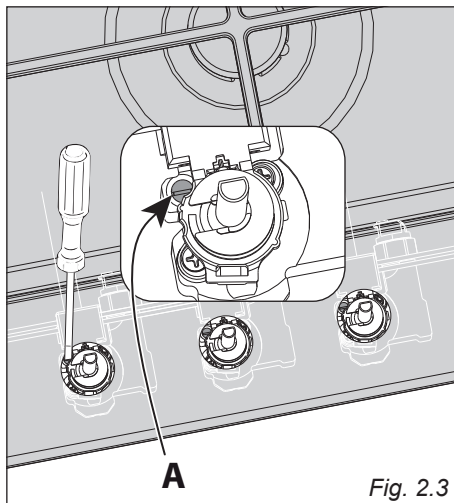

Fig. 2.3
- Med en skruvmejsel vrids skruven "A" tills lågan har en ordentlig längd (fig. 2.3).